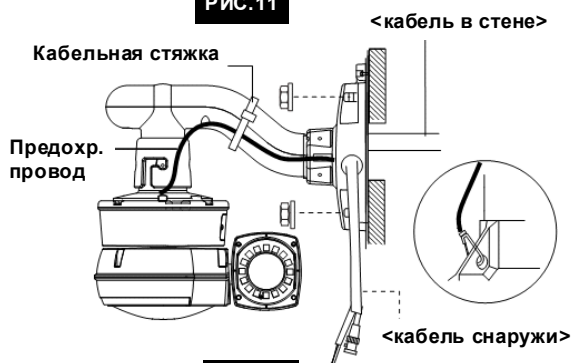

РИС. 13
3. Подключите предохранительный провод камеры к кронштейну. Во избежание накручивания провода на камеру закрепите предохранительный провод при помощи стяжки (Рисунок 13).
5. Установите четыре анкерных болта в отверстия по краям и затяните с помощью гаек (Рисунок 13).